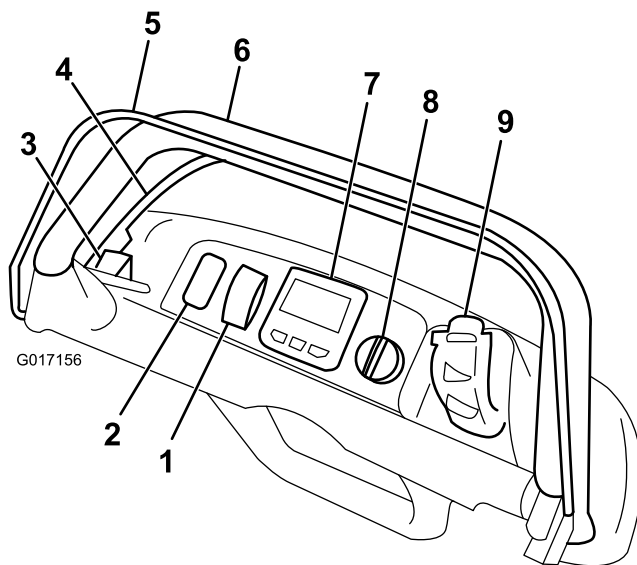

Figura 4
2. Innestate il freno di stazionamento (Figura 4).